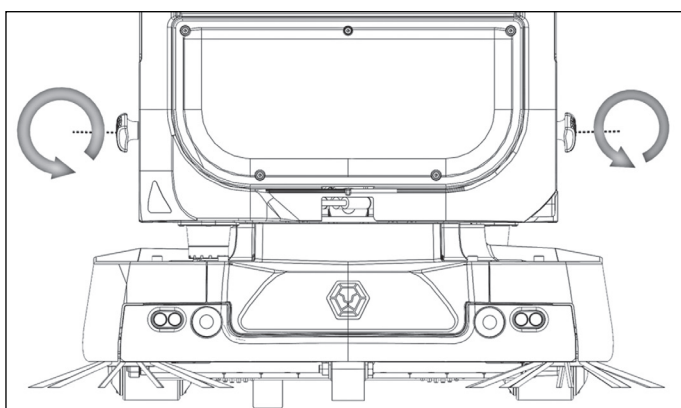

Figure 68
1. Retirez le capot avant inférieur en dévissant les 2 boutons de couvercle avant (14) (Fig. 2) jusqu'à ce qu'il puisse être retiré comme indiqué (Fig. 68).